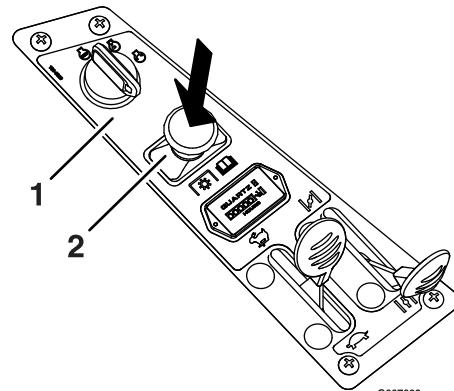

Figure 13
Réglez la manette d'accélérateur à mi-course. Poussez la commande de lames en position Désengagée pour désengager les lames (Figure 13).
2. Désengagez les lames en plaçant la commande des lames en position Désengagée (Figure 13).